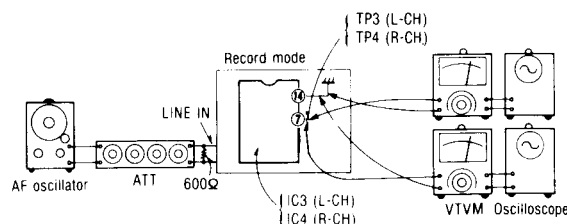

Fig. 20
1. Make connections as shown in fig. 20.
<p>Côté enregistrement</p> <p>• Vérification des caractéristiques du codeur de type Dolby-B</p> <p>1. Brancher les appareils comme indiqué dans la Fig. 20.</p> <p>2. Placer l'unité sur le mode d'enregistrement. (L'interrupteur de sélection du système de réduction de bruit est sur la position OUT).</p> <p>3. Appliquer un signal de 1 kHz à la borne LINE IN.</p> <p>4. Régler l'atténuateur de sorte que le niveau de sortie aux points de coupure TP3 (canal gauche) et TP4 (canal droit) soit de 12,3mV.</p> <p>5. Le niveau de sortie à la pointe 21 devrait être de 0dB.</p> <p>6. Placer l'interrupteur de sélection du système de réduction de bruit sur B et s'assurer que le niveau du signal de sortie à la pointe 21 des circuits intégrés IC3 (canal gauche) et IC4 (canal droit) est de +6dB±2,5dB.</p> <p>7. Placer l'interrupteur de sélection du système de réduction de bruit sur la position OUT et régler la fréquence sur 5kHz. Le niveau du signal de sortie à la pointe 21 devrait être de 0dB.</p> <p>8. Placer l'interrupteur de sélection du système de réduction de bruit sur la position B et s'assurer que le niveau du signal de sortie à la pointe 21 des circuits intégrés IC3 (canal gauche) et IC4 (canal droit) soit de +8dB±2,5dB.</p> <p>• Vérification des caractéristiques du codeur de type Dolby-C</p> <p>9. Répéter les phases 1 à 5 ci-dessus.</p> <p>10. Placer l'interrupteur de sélection du système de réduction de bruit Dolby sur la position C et s'assurer que le niveau de signal de sortie à la pointe 21 des circuits intégrés IC3 (canal gauche) et IC4 (canal droit) soit de +11,5dB±2,5dB.</p> <p>11. Placer l'interrupteur de sélection du système de réduction de bruit sur la position OUT et régler la fréquence sur 5kHz. Le niveau du signal de sortie à la pointe 21 devrait être de 0dB.</p> <p>12. Placer l'interrupteur de sélection du système de réduction de bruit sur la position C et s'assurer que le niveau du signal de sortie à la pointe 21 des circuits intégrés IC3 (canal gauche) et IC4 (canal droit) soit de +8,5dB±2,5dB.</p>